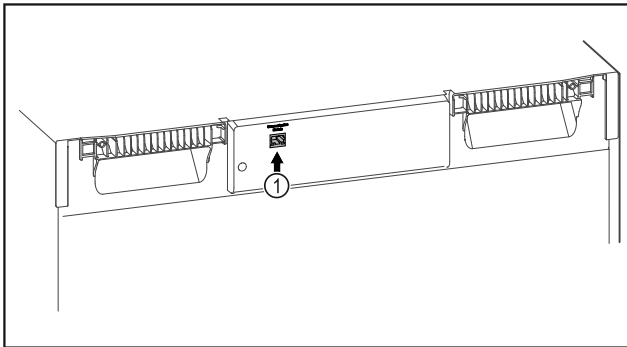

Fig. 101
- SmartModule Fig. 101 (1) встановлено.